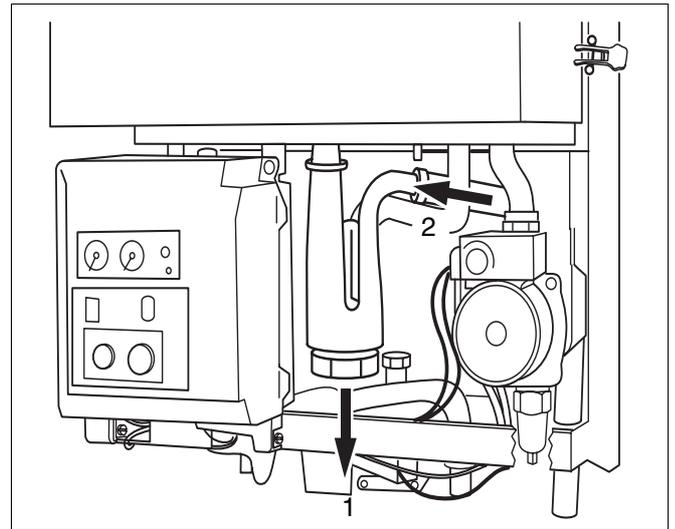

Fig. 45 Démontez le siphon
- Retirer le siphon par le bas du manchon à joint à languette (fig. 45, pos. 1) et l'enlever (fig. 45, pos. 2).